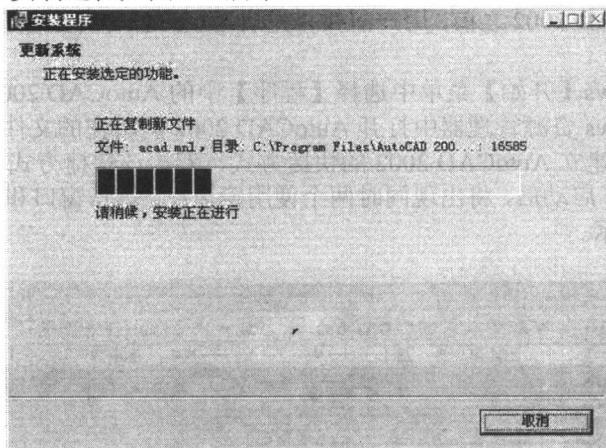

图 1-7 安装 AutoCAD 2002 ——安装过程
(9) 弹出询问窗口，确认是否可以开始进行安装。如果重新输入安装信息，单击【上一步】按钮；如果确认开始安装，单击【下一步】按钮。
(10) 开始安装。安装过程如图 1-7 所示：